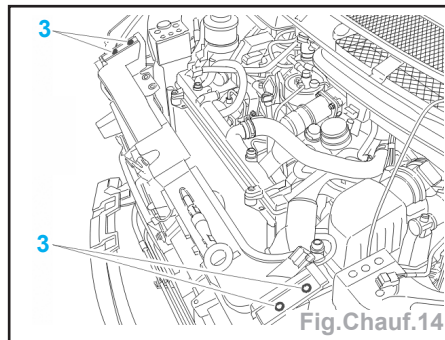

Fig.Chauf.14
- Déposer les 4 vis de fixation (3) de la façade GMV, et incliner l'ensemble vers l'avant (Fig.Chauf.14).